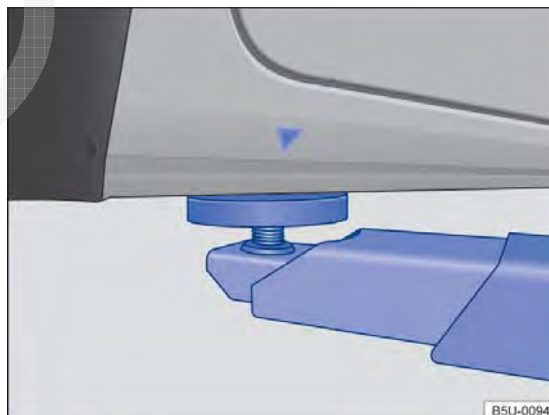
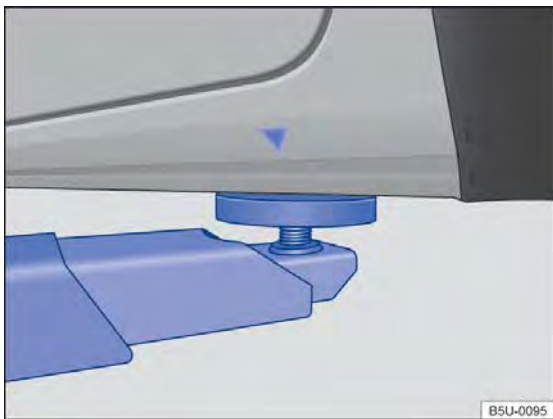

Fig. 145 Pontos de apoio dianteiros para a suspensão com plataforma elevatória ou com macaco.
Fig. 146 Pontos de apoio traseiros para a suspensão com plataforma elevatória ou com macaco.
O veículo deve ser suspenso somente pelos pontos indicados nas figuras → Fig. 145 e → Fig. 146. Se o veículo não for suspenso pelos pontos indicados, podem ocorrer danos no veículo → ⚠️ e ferimentos graves → ⚠️.
- Suspender o veículo somente pelos pontos indicados nas figuras → Fig. 145 e → Fig. 146. Se o veículo não for suspenso pe-